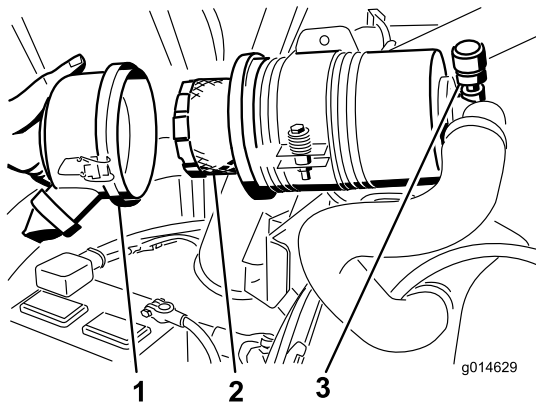

Bild 47
4. Nehmen Sie den Filter heraus und wechseln Sie ihn aus (Bild 47).